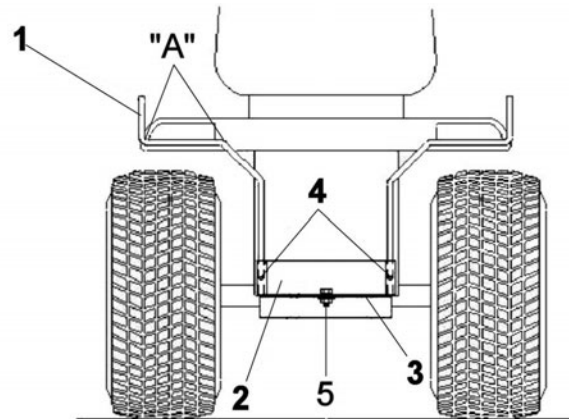

Figure 2
Insérer les tiges de support arrière (fig.2, item 1), la partie la plus longue dans le support de la barre de remorquage (item 2).
Ajuster la section horizontale du support de tiges arrière (fig.2, item A), afin que la tige soit 1/8" sous le garde-boue et 1" à l'arrière du garde-boue
Une fois l'installation terminée, ajuster la cabine en tirant les tiges de support (fig.2, item 1) vers l'arrière.